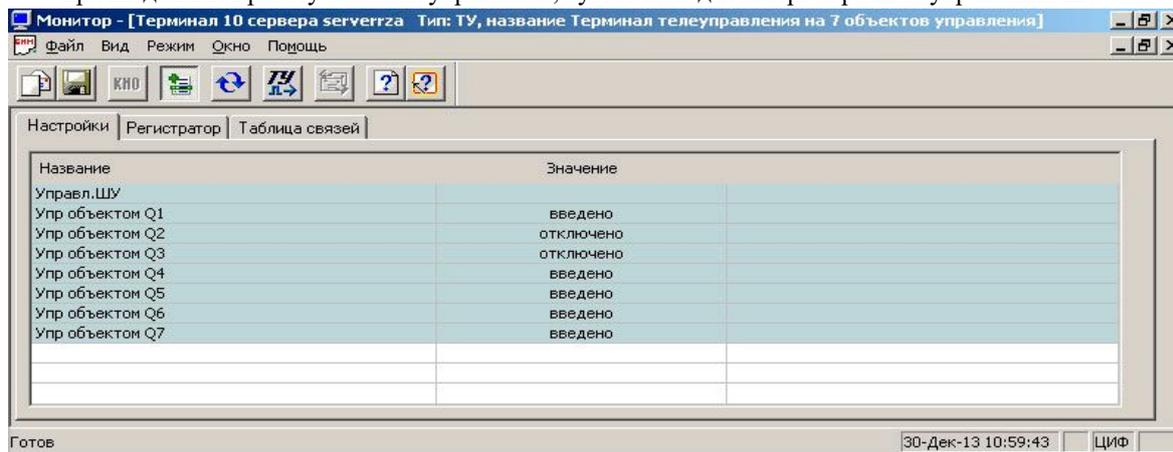

Рисунок. 1.16 Страница «Настройки»
- На странице «Настройки» приведена таблица защит и режимов, которая имеет два поля (рис. 1.16):